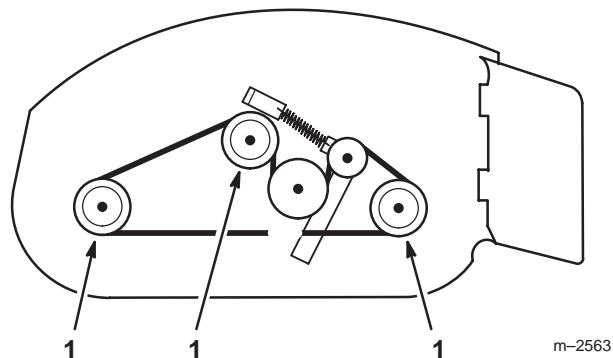

Bild 23
1. Fetten Sie die Schmiernippel an den drei Spindelscheibenlagern ein (Bild 23).